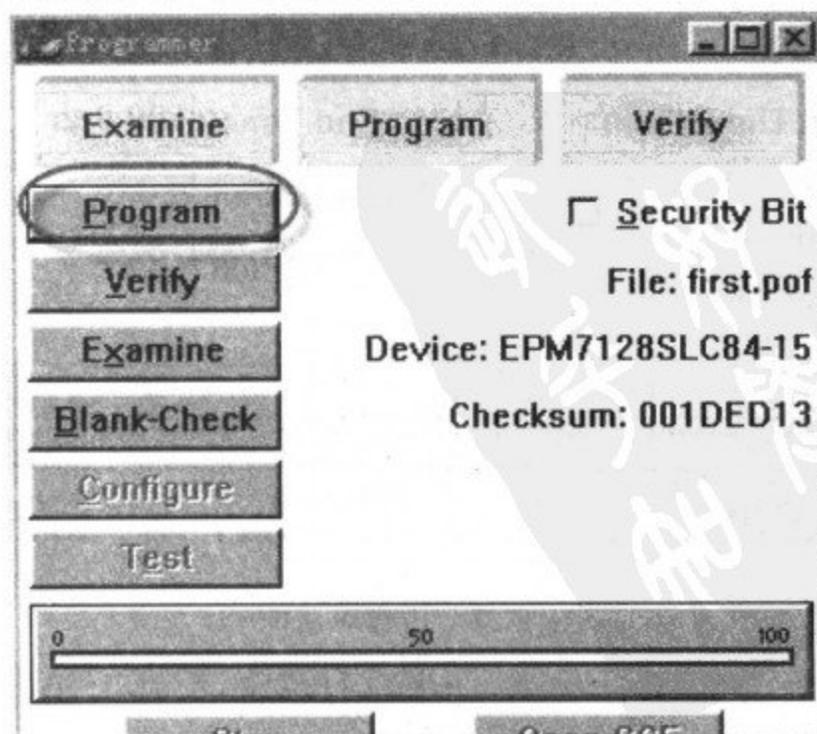
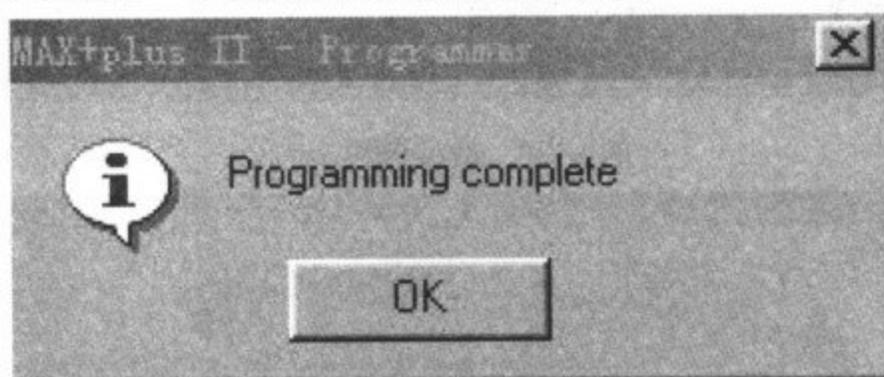

图 3-30 编程对话框
图 3-32 下载完成
(1) Altera 器件的编程可以通过专门的编程器和 JTAG 在系统编程等多种方法实现。取出 DP-MCU/Altera 实验仪随机附送的 JTAG 电缆, 并将 JTAG 下载电缆的两端分别接到 PC 机和 DP-MCU/Altera 实验仪的 JTAG 口 J4 上, 打开工作电源。
(2) 执行菜单栏中的 MAX+plusII→Programmer 命令, 对器件进行在线编程, 这时将弹出如图 3-30 所示的编程命令对话框。
(4) 在图 3-30 所示的窗口中, 选择 Program 命令就可开始对器件进行编程(若用户需要对程序加密处理, 可选择 SecurityBit 选项)。可以看出, 下载编程主要包括 Examine、Program 和 Verify 三大步, 编程完毕后出现如图 3-32 所示的下载完成信息。